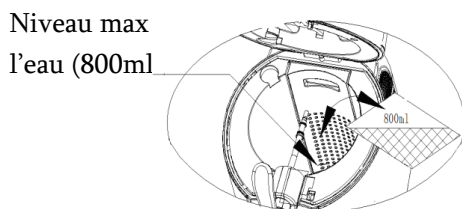

Figure 8
5. Verser 800ml d'eau dans le réservoir de réfrigération jusqu'au repère maximum (Voir figure 8) (la tireuse peut fonctionner sans eau mais le résultat est moins bon).